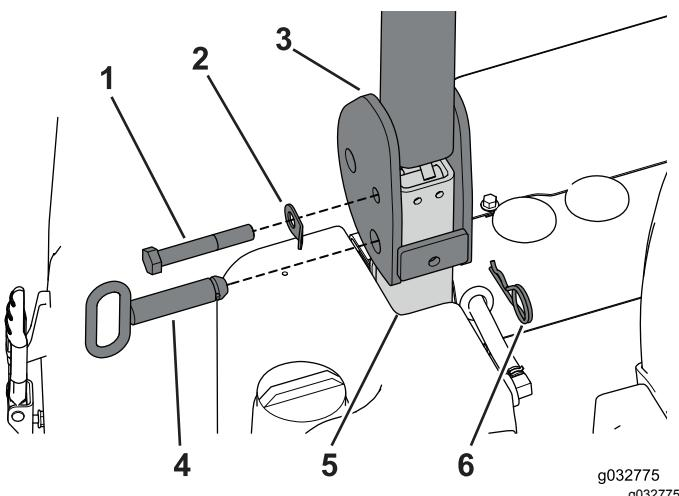

Рисунок 130
1. Совместите отверстия в защитной дуге с отверстиями в нижней трубе конструкции защиты оператора при опрокидывании машины (ROPS) (Рисунок 130).
2. Установите болт оси поворота и шайбу крепления шнуря в верхние отверстия защитной дуги и нижней трубы конструкции ROPS и затяните болт от руки (Рисунок 130).
4. Вставьте штифт фиксации оси поворота через нижние отверстия в защитной дуге и нижней трубе конструкции ROPS и закрепите штифты фиксации игольчатыми шплинтами (Рисунок 130).